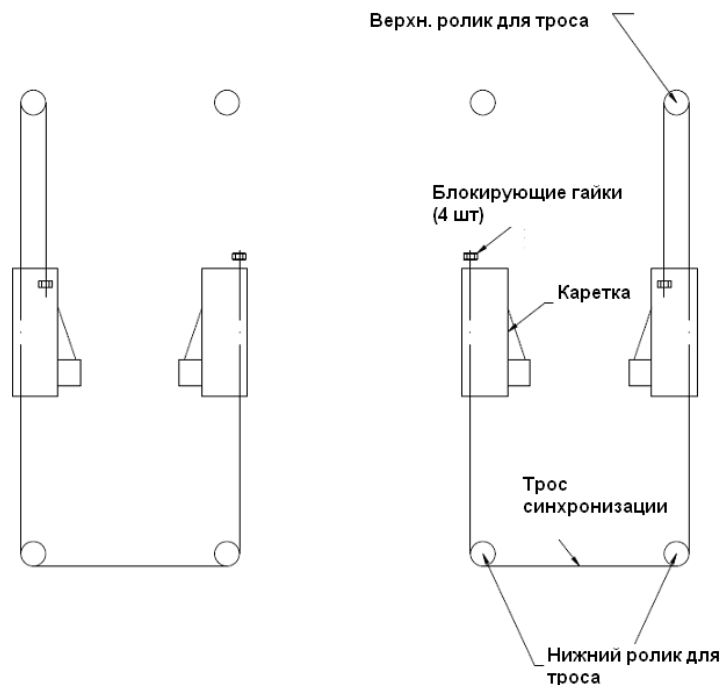

Рис. 2.1 - Установка тросов
11. Установите стабилизирующие тросы, руководствуясь рис. 2.1. Установите каретки на первую запорную защелку. Убедитесь, что обе каретки находятся на одинаковой высоте, измерив расстояние от верхней плоскости основания стойки до нижней плоскости каретки (проверьте надежность фиксации запорных защелок). Данное расстояние должно быть примерно 6 - 7 мм. Закрепите первый стабилизирующий трос на каретках: пропустите один конец троса через отверстие в первой каретке, накрутите гайку на штифт так, чтобы конец штифта прошел через нейлоновое кольцо гайки. Пропустите второй конец троса через отверстие во второй каретке, накрутите гайку. Затяните обе гайки. Аналогично проведите установку второго троса.